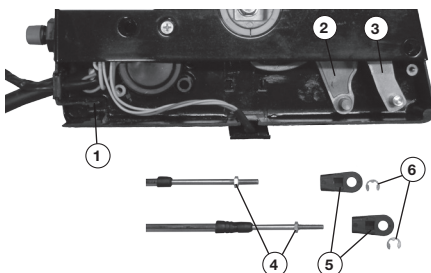

Рис. 11 Подключение тросов к блоку дистанционного управления
3. Установите наконечники 5 тросов управления на оси рычагов привода тросов управления на блоке дистанционного управления (Рис. 11). Закрепите наконечники 5 на осях рычагов 2 и 3 стопорными кольцами 6 (Рис. 11).